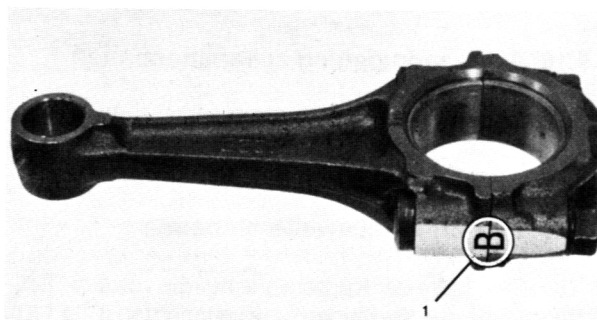

Bild 104
- Vor dem Montieren der Pleuel sichergehen, dass die Kombination der Gegengewichtskennung («1» in Bild 104) korrekt ist.